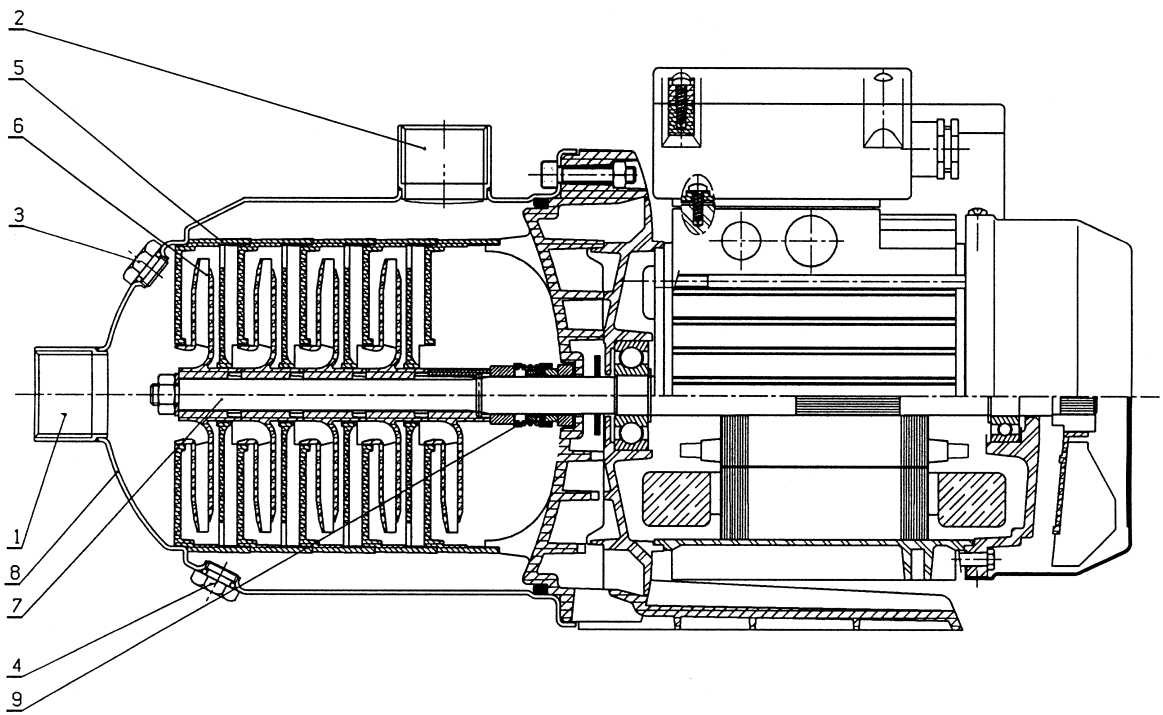

Fig. 1
4.1 Beskrivning av pumpen (Fig. 1)